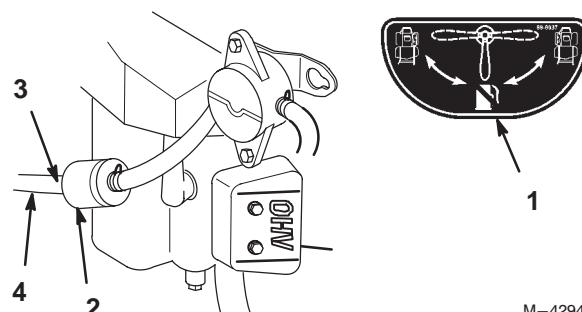

Bild 48
5. Bauen Sie einen neuen Filter ein und schieben die Schlauchschellen an den Filter heran (Bild 48).
2. Schließen Sie den Kraftstoffhahn (Bild 48).
3. Lockern Sie die Schlauchklemme an der Kraftstoffleitung und schieben sie weg vom Kraftstofffilter nach oben (Bild 48).
4. Ziehen Sie die Kraftstoffleitung vom Filter (Bild 48).
5. Öffnen Sie den Kraftstoffhahn für den rechten und linken Kraftstofftank. Lassen Sie das Benzin in einen Benzinkanister oder ein Auffanggefäß ablaufen. (Bild 48).
6. Bringen Sie die Kraftstoffleitung am Filter an. Schieben Sie die Schlauchklemme ganz an den Kraftstofffilter heran, um die Kraftstoffleitung abzusichern (Bild 48).